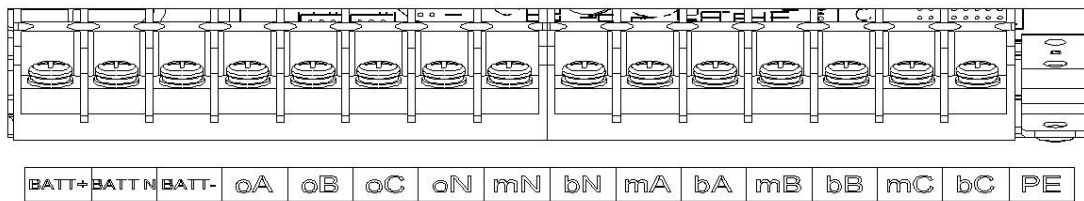

Рис. 3-4 Клеммный терминал
- (1) Убедитесь, что все выключатели ИБП полностью разомкнуты, а внутренний байпасный переключатель ИБП открыт. Прикрепите к этим переключателям необходимые предупредительные знаки, чтобы предотвратить несанкционированную работу.
- (2) Откройте заднюю дверцу шкафа, снимите пластиковую крышку. Входной и выходной клеммы, клемма аккумулятора и клемма защитного заземления показаны на рис. 3-4.